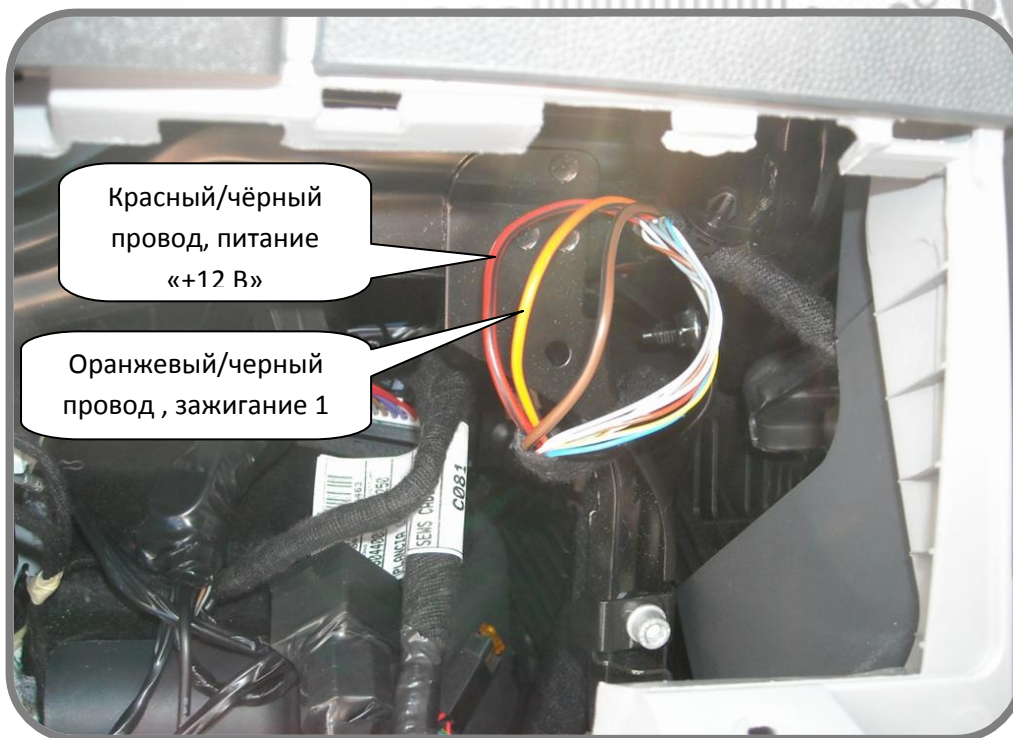
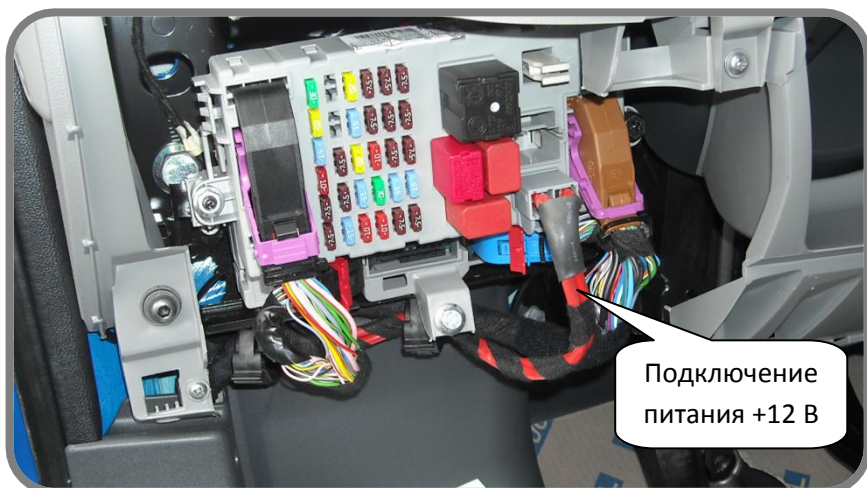

Рис. 7: Подключение датчика зажигания (ВСЕ ОСТАЛЬНЫЕ).
Рис. 13: Подключение питания (ВСЕ ОСТАЛЬНЫЕ).
- **ВСЕ ОСТАЛЬНЫЕ автомобили** - к оранжевому/чёрному проводу жгута замка зажигания (зажигание 1) (см. рис. 7).
- **ВСЕ ОСТАЛЬНЫЕ автомобили** - оранжевый/черный провод от замка зажигания (см. рис. 7).
Питание +12 В можно взять с красного/черного провода жгута замка зажигания (см. рис. 7) или с толстого провода 2-х контактного разъема модуля BSI (см. рис. 13). К одному из проводов подключаем красный провод разъема CN2 через комплектный предохранитель 5А системы Scher-Khan Logicar 3.